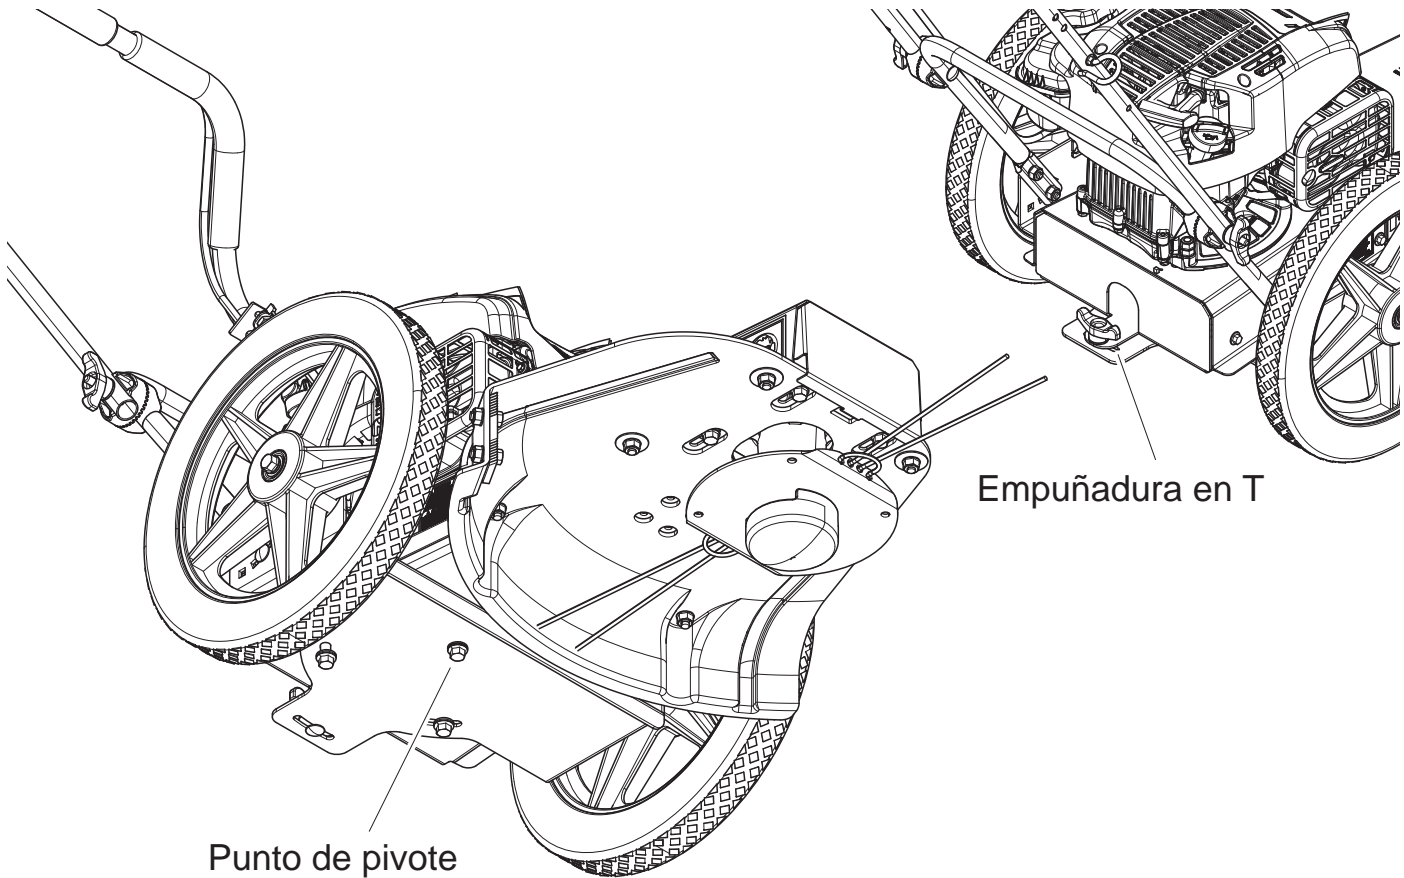

Figura 4.1, Regulación de la cortadora de césped
1. Afloje la empuñadura en T ubicada en la parte posterior de la bordeadora, debajo del motor (Figura 4.1).